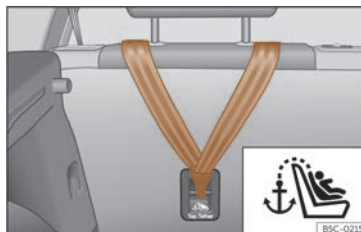

Fig. 38 Parte posterior de los asientos traseros: anclaje para el cinturón Top Tether.
- Deslice la correa y fíjela correctamente con el anclaje de la parte posterior del respaldo >>> **fig. 38**.